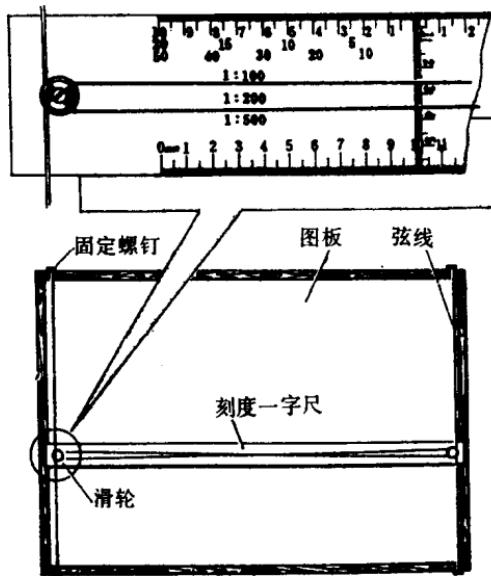

图 1-10 刻度一字尺
(11) 刻度一字尺：一字尺为一根带刻度的直尺，两端配以滑轮，用两根弦线把它张紧在图板上，如图1-10所示。它可代替丁字尺。